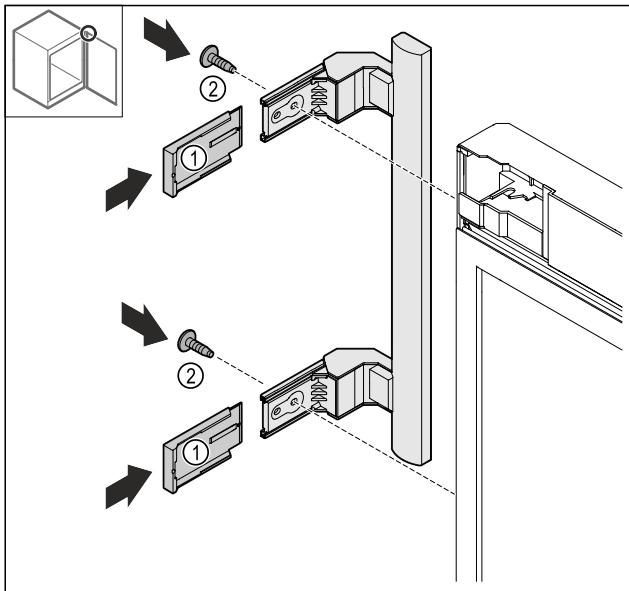

Fig. 25
- Нахлузете капаците Fig. 25 (I).